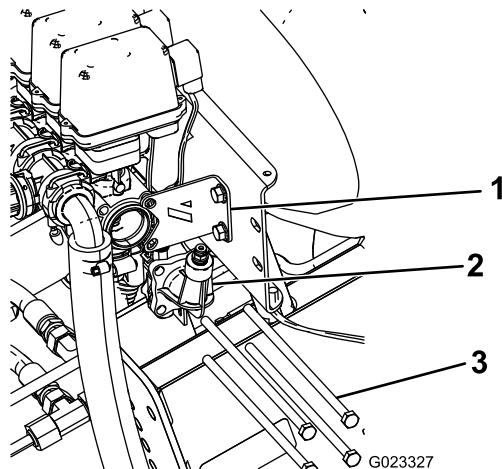

図 9
2. 水圧ゲージポートをブームバルブに取り付けている長いボルト（4本）を外して廃棄する（図 9）。平ワッシャとナットは捨てないこと。
3. スタビライジング・ブラケットをバルブ・アセンブリに固定しているボルトとナット（2組）を外して保管する（図 9）。